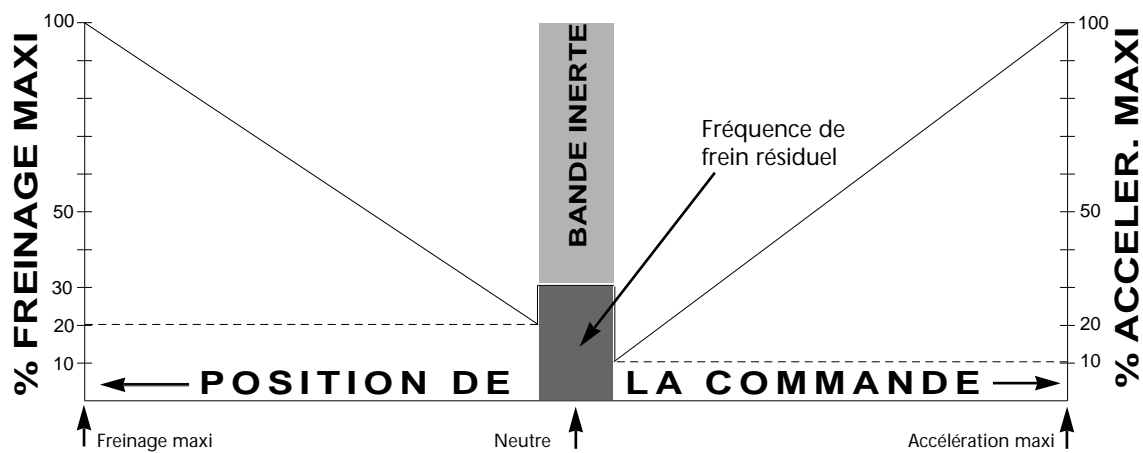

Figure 9 : Représentation graphique de la zone affectée par la fréquence de frein résiduel lorsque la commande de frein résiduel est hors service.
- La fréquence de freinage résiduel (Figure 9) contrôle les caractéristiques de décélération du véhicule en freinage résiduel dans la bande inerte. Si la fréquence est modifiée, le véhicule répondra différemment au freinage résiduel.